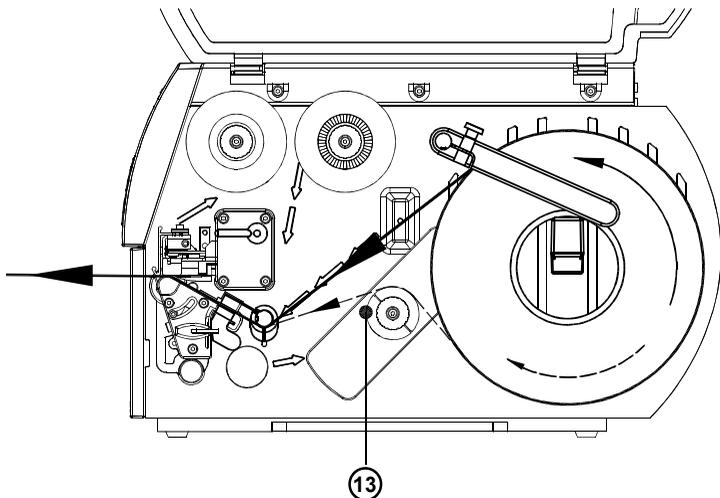

Bild 7d Papierlauf im Abreißmodus
4. Schwenken Sie die Führung (11) bis zum Rollenhalter (9) nach unten. Schieben Sie die Führung gegen die Vorratsrolle, so dass die Rolle beim Abwickeln leicht gebremst wird. Ziehen Sie die Rändelschraube (10) an.
5. Schwenken Sie den Hebel (7) bis zum Anschlag im Uhrzeigersinn und heben Sie dadurch die Druckkopfbaugruppe (2) an.
6. Schieben Sie den Führungsring (6) so weit wie möglich nach außen.
7. Führen Sie den Etikettenstreifen unter der Umlenkachse (5) und durch die Etikettenlichtschranke (3) nach vorn aus dem Drucker heraus. Falls Sie innengewickelte Etiketten verwenden, beachten Sie bitte besonders, dass Sie den Etikettenstreifen über den internen Aufwickler (13) führen. Im Bild 7d ist der Papierlauf für außen gewickelte Etiketten als durchgezogene Linie, der Papierlauf für innengewickelte Etiketten als gestrichelte Linie dargestellt